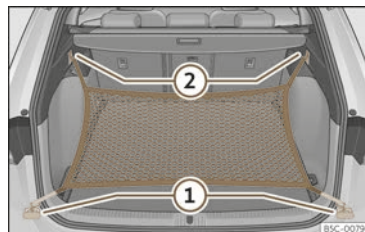

Abb. 204 Im Gepäckraum: Ösen ① und Haken ② zum Einhängen des Gepäcknetzes.
- Hängen Sie die kurzen Haken des Netzes in die Verzurrösen ein >>> (Abb. 204) ① >>> ⚠. Der Reißverschluss des Gepäcknetzes muss dabei nach oben zeigen.
- Befestigen Sie die Spanngurte in den Taschenhaken ②.